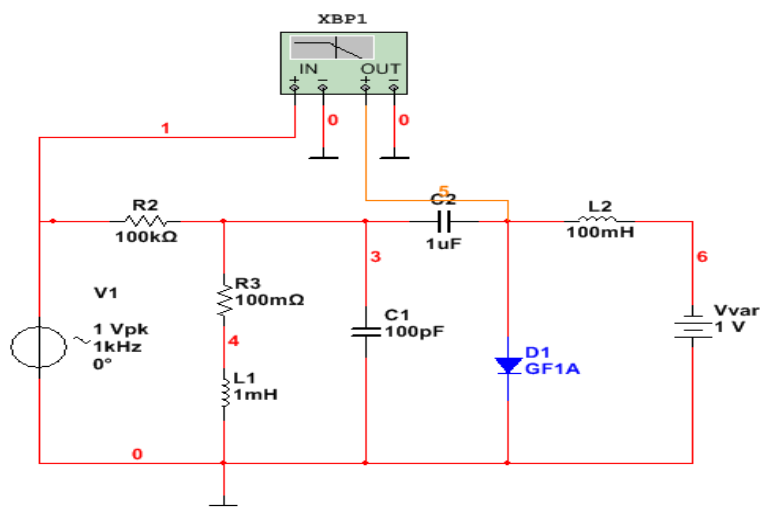

Рис.8-1
1. Собрать стенд, показанный на рис. 8-1 с использованием прибора Bode Plotter. Построить зависимость резонансной частоты от напряжения управления с возможностью передачи данных в программу *MathCAD*.